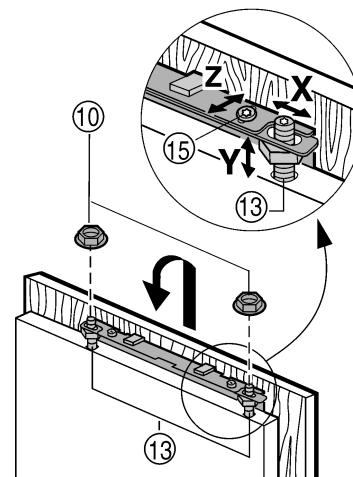

Fig. 20
- Ajuster la porte du placard à hauteur de Y et en l'inclinant sur le côté : régler les boulons d'ajustement Fig. 20 (13) à l'aide d'un tournevis.
- Serrer les contre-écrous Fig. 20 (10).